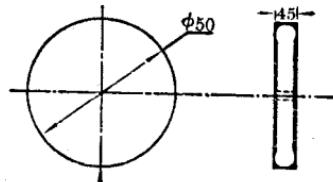

图 9
i. 前轮：用 $10 \times 50 \times 50$ [毫米]³ 木板二块，根据木板大小用圆规作圆锯下，圆心处钻一小孔以备装轴。两只前轮可用刻刀按图 9 所示的侧视图，把轮胎部分刻出（或粘上橡皮，模拟轮胎）。